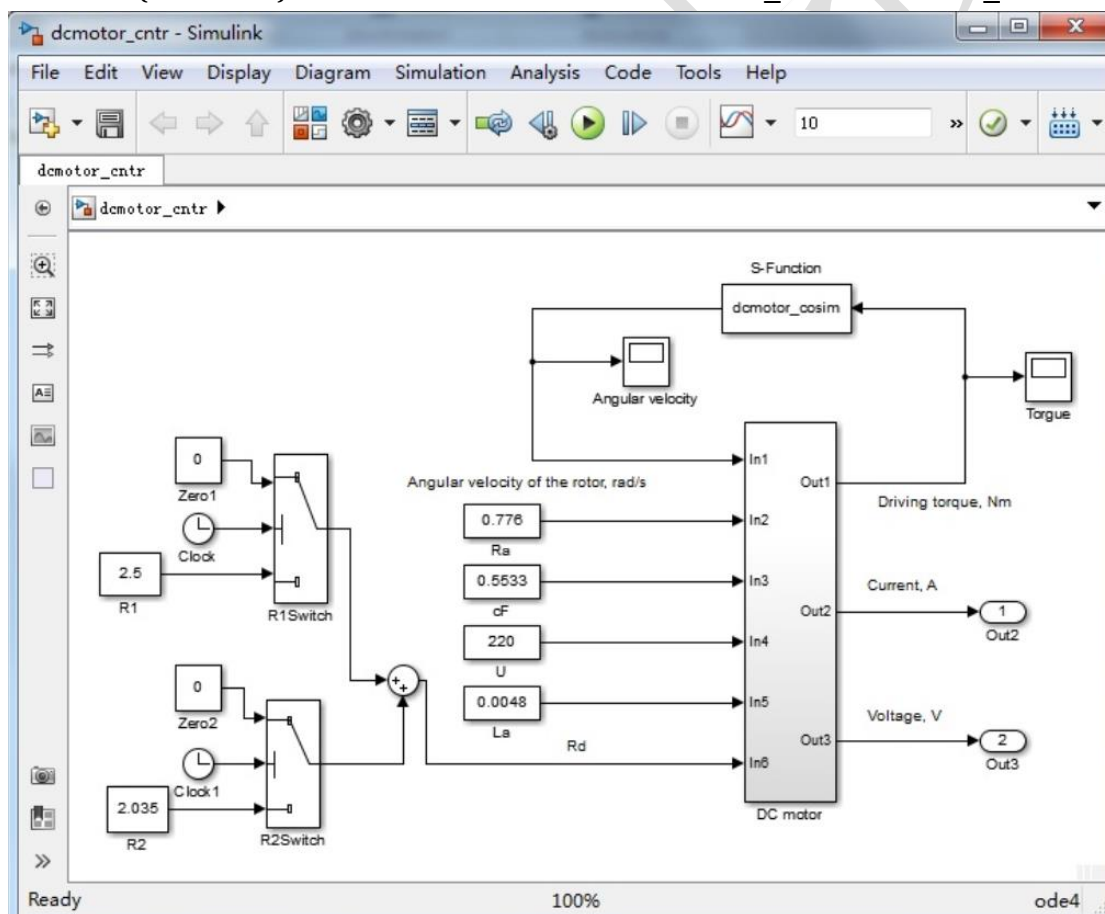

图 4.11
本例用到的 Matlab/Simulink 控制系统模型与图 3.16 的模型非常相似，如图 4.11 所示。不同之处在于，这里用到了一个 S-Function 模块，这个模块可以在 Simulink 的 User-Defined Functions 库找到，缺省名称为 System。控制系统模型位于 `{UM Data} \SAMPLES\cosimulation\dcmotor_cosim\dcmotor_cntr`。
2. 加载图 4.11 所示的控制系统模型 **dcmotor_cosim**。